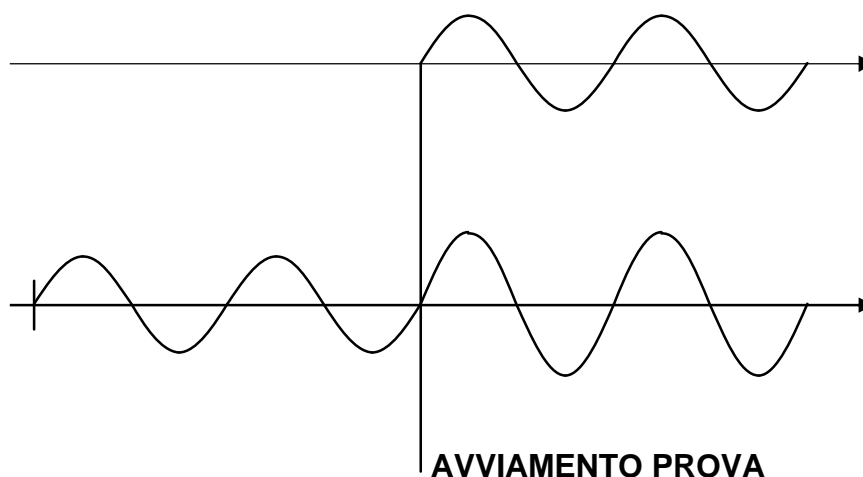

Figura 1 – Controllo della tensione d'uscita.
- La corrente o tensione principale si genera in corrispondenza del loro passaggio per lo zero; la tensione di guasto si genera allo stesso istante della corrente o tensione principale, con l'angolo di sfasamento programmato. La selezione del riferimento è eseguita automaticamente, in funzione della selezione sulla misura dell'uscita principale. La transizione delle tensioni avviene senza passaggio per lo zero (figura 1).